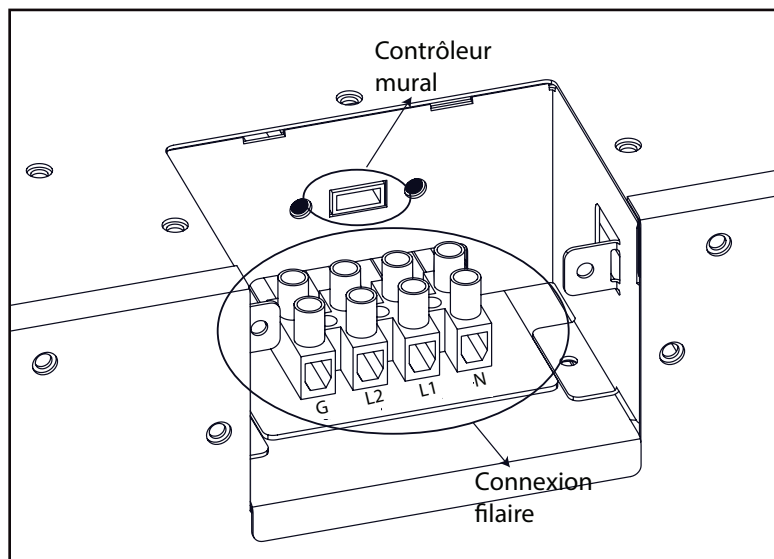

Fig. 4
1. Localisez le câble électrique à 2 conducteurs ou 3 conducteurs souhaité sur le côté supérieur droit de l'enceinte pour l'installation du câblage électrique, en fonction de la capacité de sortie de chaleur souhaitée de 120 V ou 240 V (**Fig. 4**).